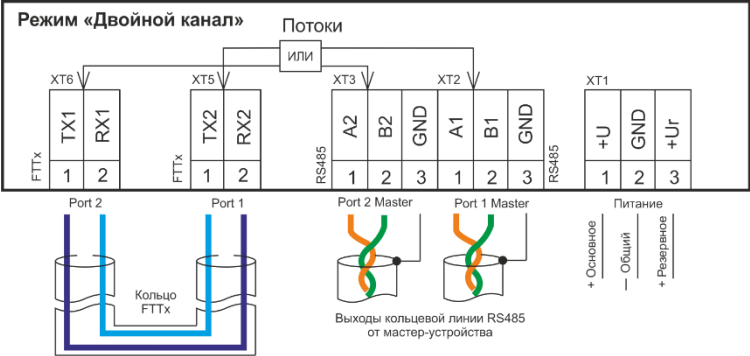

Рис.4. Режим работы «Двойной канал»
5.2 Режим работы «Двойной канал» (см. рисунок 4)
В режиме «Двойной канал» ретранслятор передает получаемую информацию с мастер-порта RS485 №1 на порт FTTx №1 либо с мастер-порта RS485 №2 на порт FTTx №2 в зависимости от наличия в момент передачи информации на каналах RS485. В обратном направлении ретрансляция идёт от порта FTTx №1 на порт RS485 №1, от порта FTTx №2 на порт RS485 №2. Между портами RS485 №1 и №2, а также между портами FTTx №1 и №2 информация не передается (Рис.4).